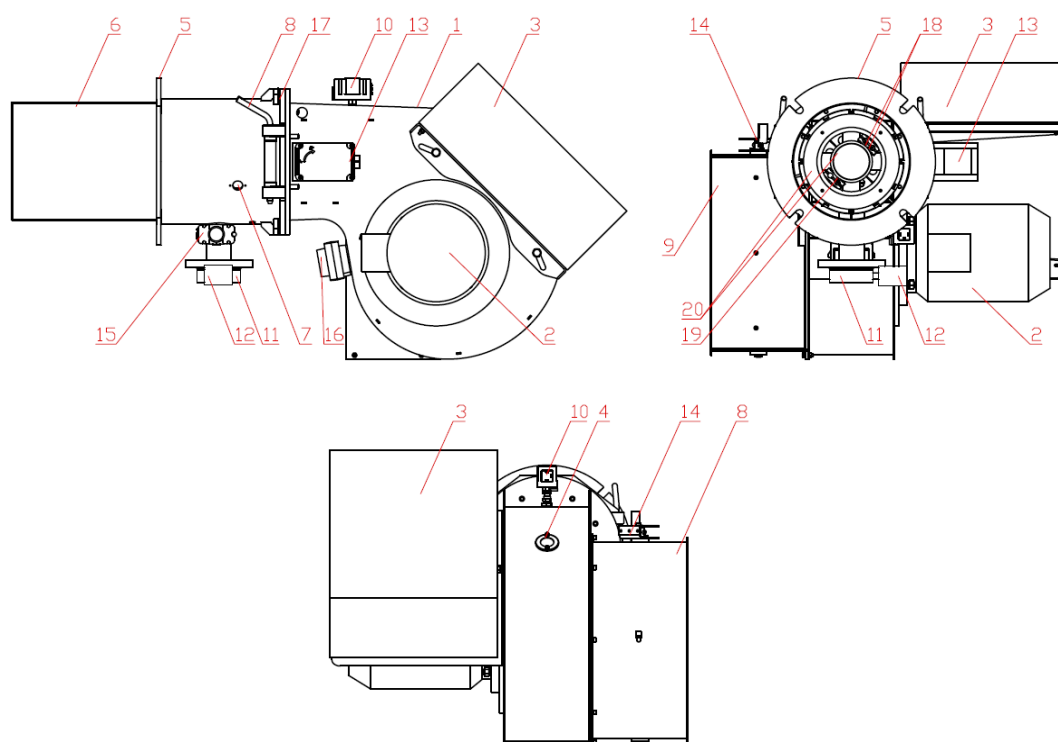

Рис.1. Общий вид устройства горелочного серии T-3.250 G.E.
1.3.1 Состав устройства горелочного серии T-3.250 G.E и размещение составных частей показаны на рис.1.